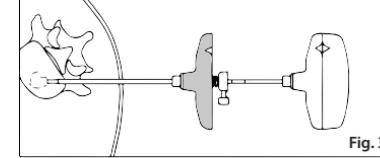

Fig. 3
FIG. 3 Com a seringa removida, insira a Manopla (B) no Preenchimento (A) e empurre com cuidado até encontrar a extremidade luer do Preenchimento (A), enquanto monitora o fluxo de cimento sob imagem.